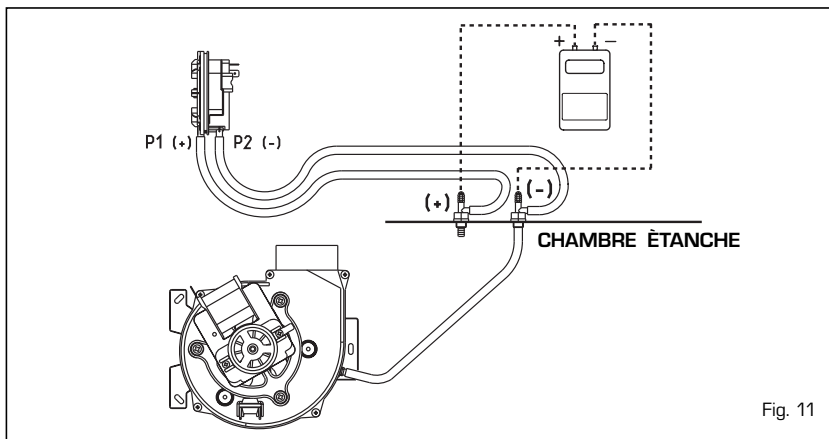

Fig. 11
3.2 PRESSOSTAT FUMEES (fig. 11)